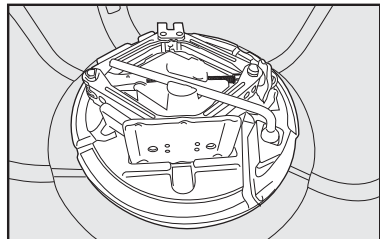

fig. 3
- Saque las herramientas y el crique de su seguro **fig. 3**